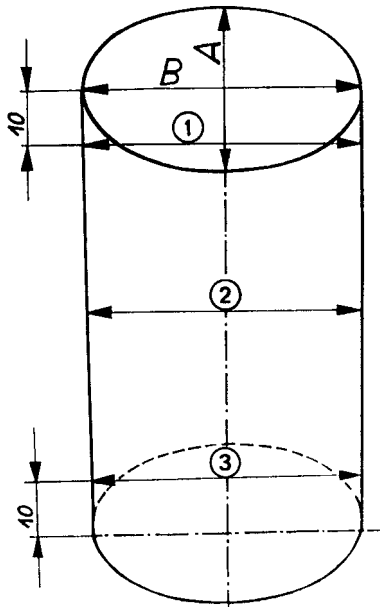

Bild M 20. Maße für Zylinderbohrung
- Zylinderbohrung überprüfen siehe Bild M 20
- Kolben- und Zylindermaße siehe Bild M 20